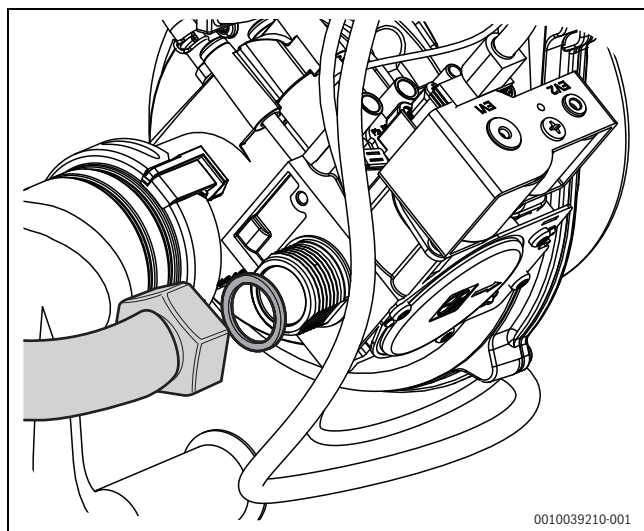

Bild 17 Dichtung für Gasanschlussrohr einlegen
- Mitgelieferte Dichtung (im Zubehör-Set) in Schraubenverbindung des Gasrohres an der Gasarmatur einlegen und Überwurfmutter mit einem Drehmoment von 50 Nm anziehen (→Bild 17). Dabei darauf achten, dass die Durchführungstülle des Gasrohres an der Rückwand gleichmäßig am Rohr anliegt und keine mechanischen Spannungen entstehen.